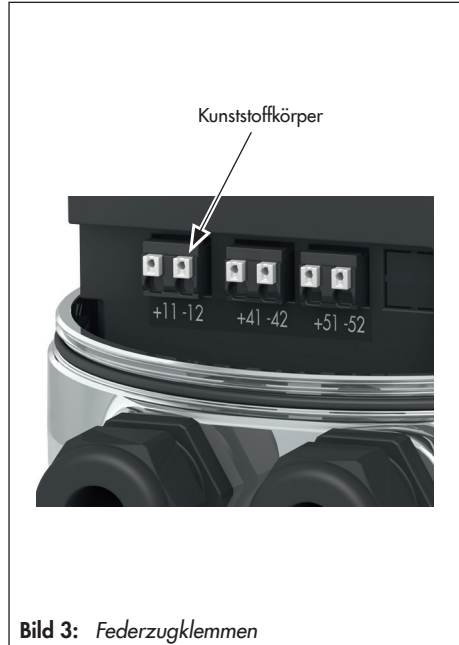

Bild 3: Federzugklemmen
- Zum Entriegeln der Federzugklemmen Kunststoffkörper (Bild 3) mit einem Schlitz-Schraubendreher **leicht** in den Klemmenblock drücken.